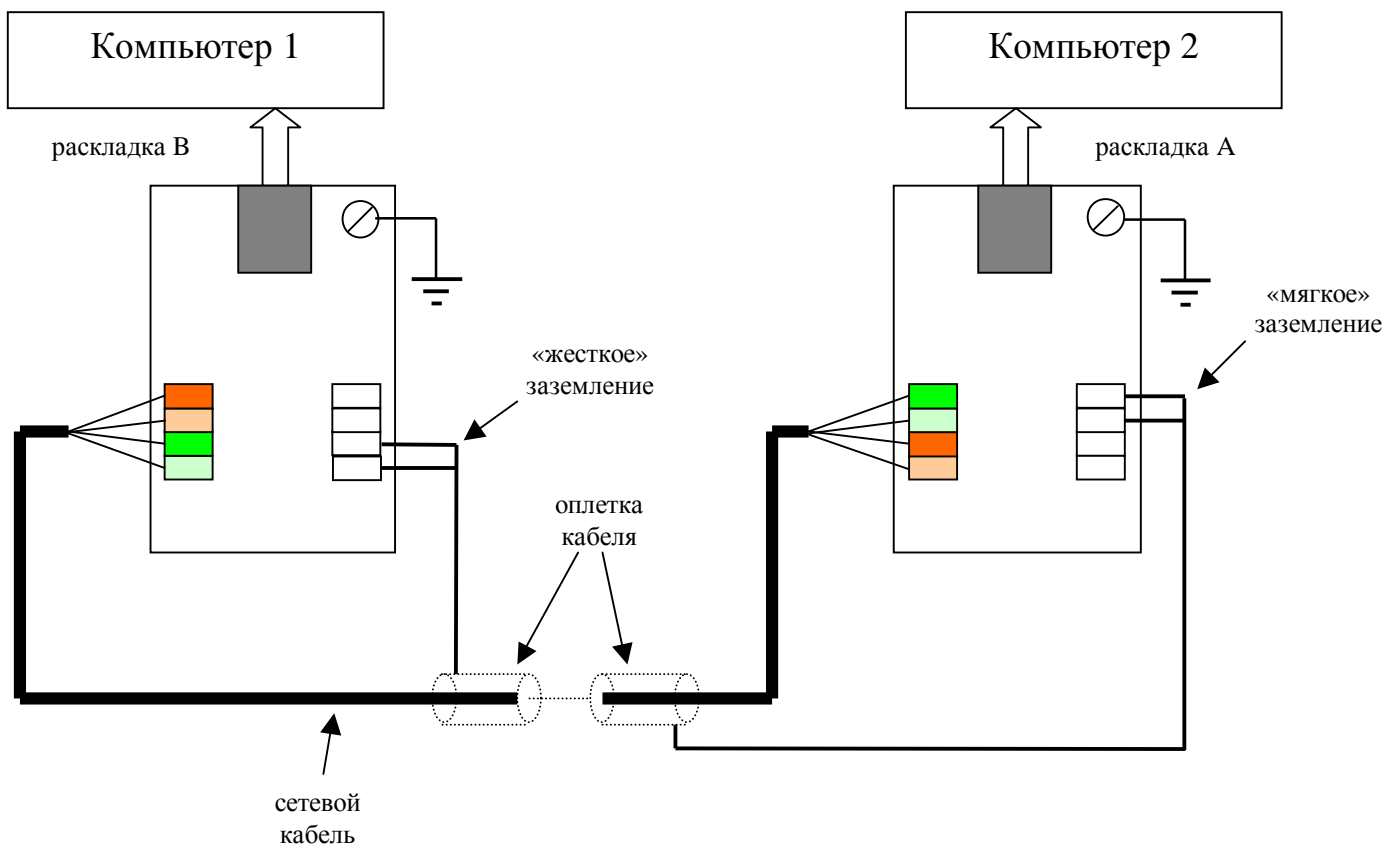

рис. 4
3. При выполнении наружной проводки экранированным кабелем на одном конце пролета оплетка кабеля заземляется жестко (контакты GND), а на втором конце используется «мягкое» заземление (контакты IN GND). Если в кабеле остаются незадействованные проводники (обычно это бывает при использовании 4-х парного кабеля FTP или SFTP), ни в коем случае нельзя оставлять их куда-то не подключенными. С ними нужно поступить так же, как и с оплеткой. Вариант подключения проводов при соединении двух точек с использованием грозозащит NPROT6 показан на рис. 4.